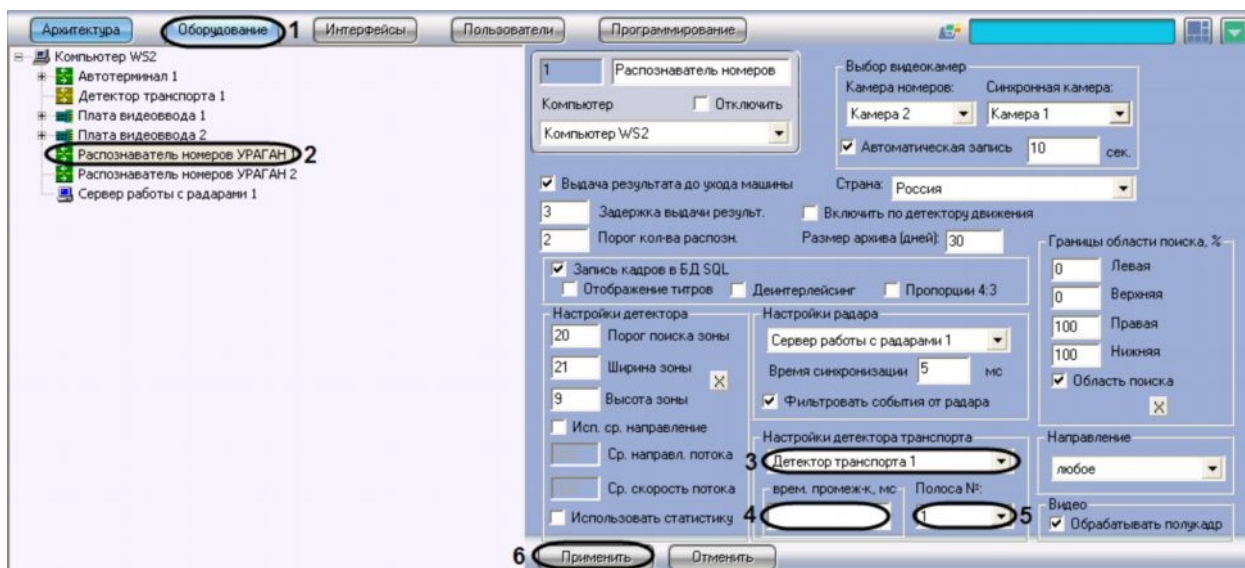

Рис. 7.2.10-1 Настройка совместной работы программного модуля «Ураган» с программным модулем «Детектор транспорта»
1. В диалоговом окне «Настройка системы» перейти на вкладку «Оборудование» (см. Рис. 7.2.10-1, 1).
2. В дереве объектов на вкладке «Оборудование» выбрать объект «Распознаватель номеров УРАГАН», соответствующий настраиваемому программному модулю «Ураган» (см. Рис. 7.2.10-1, 2). В правой части вкладки «Оборудование» отобразится панель настройки выбранного объекта.
3. Выбрать объект «Детектор транспорта» из списка доступных детекторов в системе (см. Рис. 7.2.10-1, 3). В данном списке требуется выбрать объект «Детектор транспорта», который направлен на ту же полосу дорожного движения, что и видеокамера, работающая совместно с программным модулем «Ураган».
4. Указать время в поле «врем. промеж-к, мс», в течение которого автомобиль должен проехать расстояние от участка дороги, где происходит определение параметров транспортного потока программным модулем «Детектор транспорта», до участка дороги, где происходит определение номерного знака транспортного средства программным модулем «Ураган» (см. Рис. 7.2.10-1, 4). Параметр «врем. промеж-к, мс» выражается в миллисекундах.
5. Выбрать полосу дорожного движения из всех полос разметки для программного модуля «Детектора транспорта» (см. раздел «Настройка программного модуля «Детектор транспорта»»), на которую настроена видеокамера программного модуля «Ураган» (см. Рис. 7.2.10-1, 5).
6. Нажать кнопку «Применить» (см. Рис. 7.2.10-1, 6).